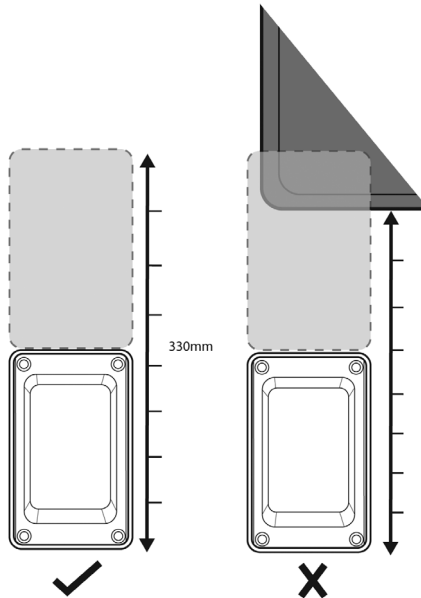

Bild 2.
- (bild 2) Se till att du har tillräckligt med ledigt väggutrymme för installationen inkl. tillräckligt med plats för Whale Easi-Slide-locket vid installation och öppnande.